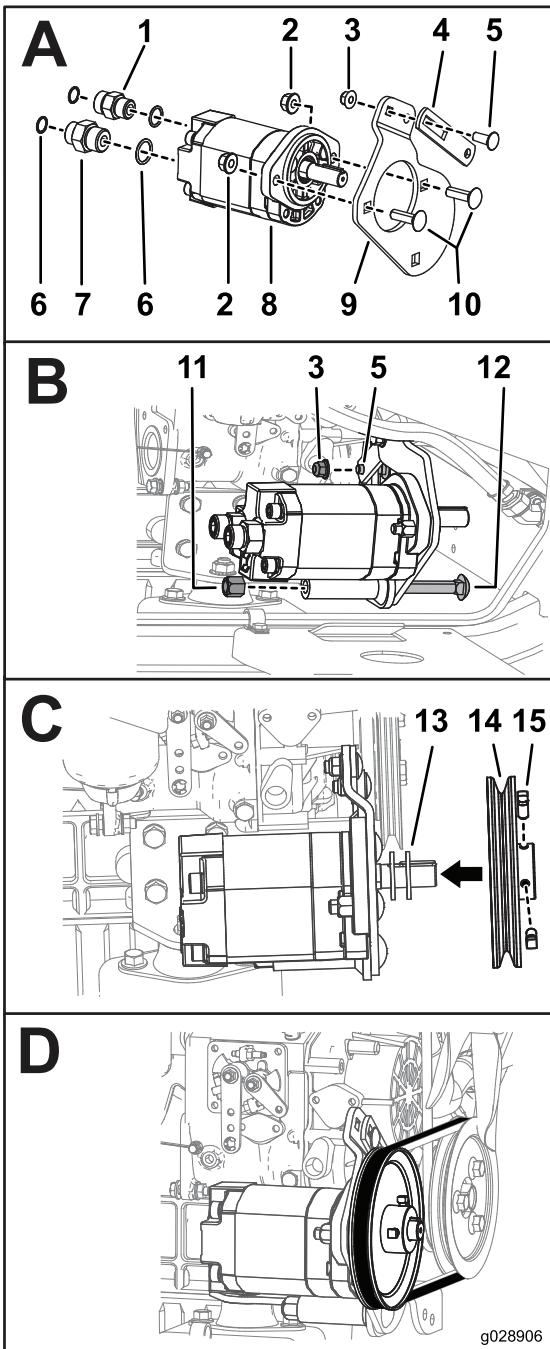

Bild 7
3. Befestigen Sie das Adapteranschlussstück (5/8" x 3/4", Außengewinde) und die O-Ringe an der rechten Anschlussstelle der Getriebepumpe (Abschnitt A in Bild 7).
Anschlussstelle der Getriebepumpe (Abschnitt A in Bild 7).
5. Befestigen Sie den Spannarm mit einer Schraube (3/8") und einer Bundmutter (3/8") lose an der Platte der Getriebepumpe (Abschnitt A in Bild 7).
6. Befestigen Sie die Platte der Getriebepumpe mit zwei Schlossschrauben (7/16") und zwei Sicherungsmuttern (7/16") an der Getriebepumpe, wie in Abschnitt A in Bild 7 abgebildet.
8. Befestigen Sie die Getriebepumpe mit einer Schlossschraube (1/2"), einer Sicherungsmutter (1/2"), einer Schraube (3/8") und einer Bundmutter (3/8") lose an der Halterung, wie in Abschnitt B in Bild 7 abgebildet.
9. Legen Sie zwei Scheiben auf die Getriebepumpe, montieren Sie die Riemscheibe und befestigen die Riemscheibe mit zwei Stellschrauben (5/16"), wie in Abschnitt C in Bild 7 abgebildet.
10. Legen Sie den Riemen auf die zwei Riemscheiben, wie in Abschnitt D in Bild 7 abgebildet.